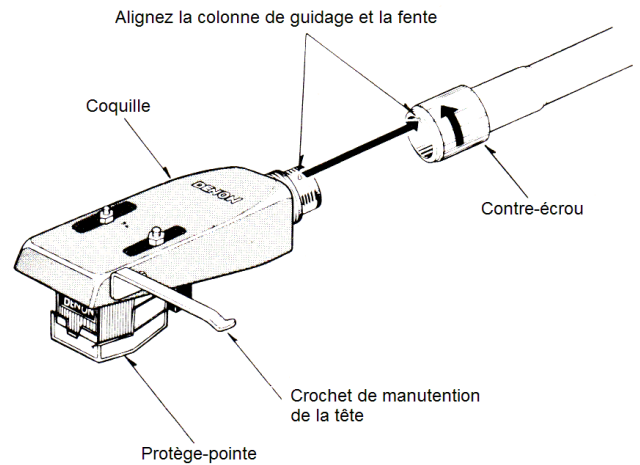
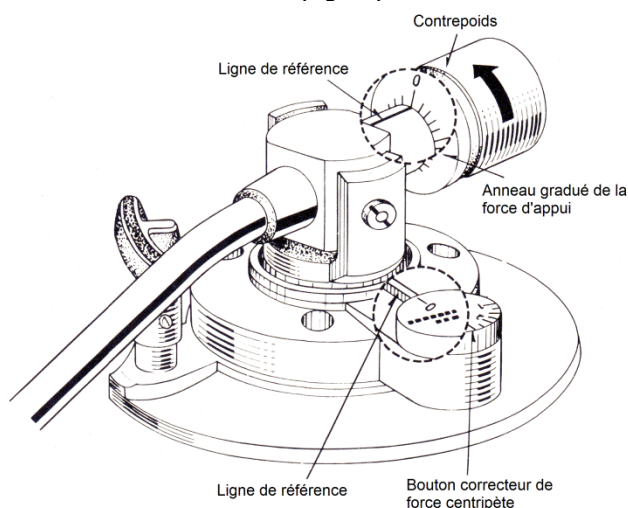

Fig. 6 Installation de la coquille sur le bras
Fig. 9 Mise sur "0"
- (1) Comme le montre la Fig. 6, alignez la colonne de guidage avec la fente à l'extrémité du bras de lecture et insérez-la.
- (2) Faites tourner le contre-écrou suffisamment dans le sens de la flèche, comme l'indique la Fig. 6 jusqu'à l'arrêt et posez la coquille sur le bras de lecture.
- (3) Pour démonter la coquille, faites tourner le contre-écrou dans le sens inverse de la flèche et retirez-la doucement.
- (1) Mettez le courant (ON )
- (2) Appuyez sur le bouton de sélection de vitesse, soit "33" ou "45". Assurez-vous que le lève-bras est abaissé et fermez l'interrupteur général.
- (3) Tournez le bouton correcteur de force centripète et réglez sur "0" par rapport à la ligne de référence, comme l'indique la Fig. 9
- (4) Enlevez le protège-pointe de la tête de lecture
- (5) Voyez la Fig.10 et débloquent le serre-bras Tenez le crochet à griffe de la coquille (Fig. 6) avec les doigts et enlevez le bras de lecture du repose-bras
Faites tourner le contrepoids dans le sens de la flèche sur la Fig. 9
Faites tourner le contrepoids dans le sens contraire de celui indiqué sur la Fig. 9